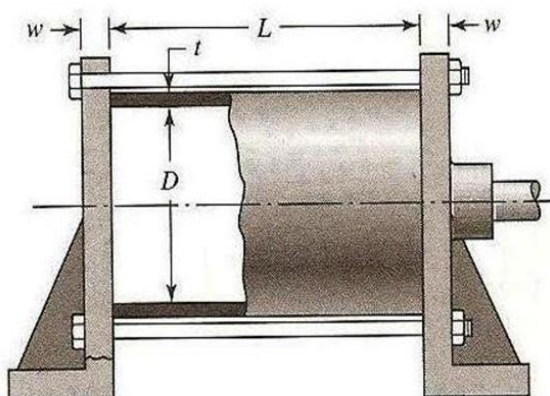

Figura 1.- Actuador Lineal
**PROBLEMA 2.-** (20 Puntos) En la Figura 1 se muestra un actuador lineal de presión de fluido (cilindro hidráulico) en el que  $D=4$  pulg,  $t=3/8$  pulg,  $L=12$  pulg, y  $W=3/4$  pulg. Ambas ménsulas así como el cilindro, son de acero. El actuador se diseño para una presión de trabajo de 2000 psi. Se utilizan 6 pernos de  $3/8$  pulg SAE grado 5, de rosca basta, apretados al 75% de la carga de prueba.